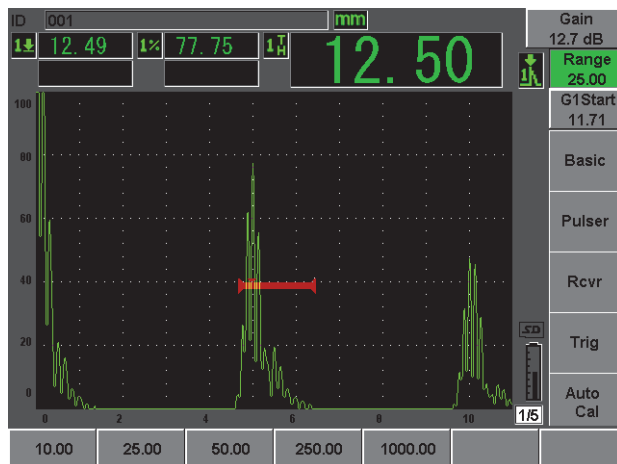

図 2-18 レンジの値
16. [測定範囲 : RANGE] を押して、スクリーンレンジを希望の設定に調整します (53 ページ図 2-18 参照)。